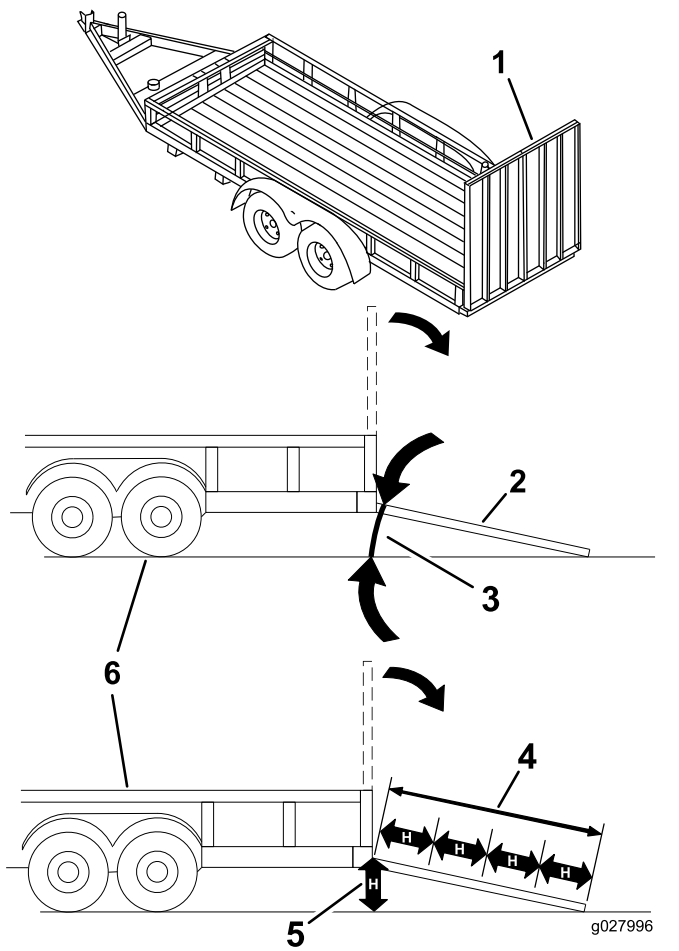

Figura 35
Colocar uma máquina num reboque ou camião aumenta a possibilidade de capotamento e pode provocar graves ferimentos ou morte (Figura 35).
1. Baixe a rampa, certificando-se de que o ângulo entre a rampa e o solo não é superior a 15 graus (Figura 35).